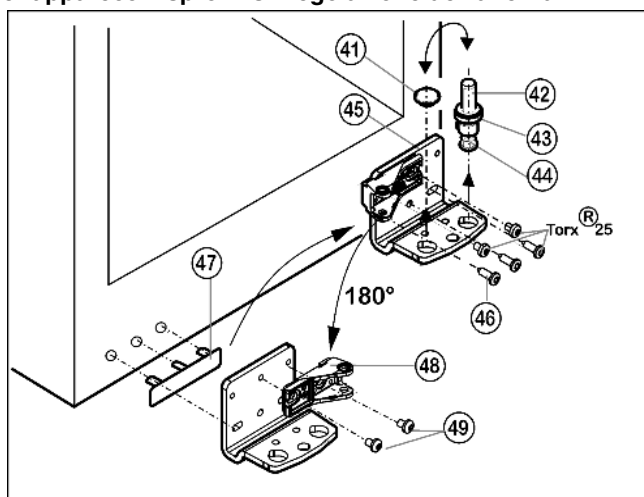

Fig. 12
- Togliere completamente il perno di supporto Fig. 12 (42) con lo spessore Fig. 12 (43) e il piedino di regolazione Fig. 12 (44), estrarre tirando verso l'alto.
- Togliere il tappo Fig. 12 (41).
- Svitare il blocco di supporto Fig. 12 (45).
- Svitare l'elemento di supporto Fig. 12 (48) e fissarlo di nuovo internamente ruotato di 180°.
- Staccare la copertura lato maniglia Fig. 12 (47) facendo attenzione e spostarla sul lato opposto.
- Fissare nuovamente il blocco di supporto Fig. 12 (45) sul nuovo lato cerniere, eventualmente servendosi di un avvitatore a batteria (a 4 Nm).
- Inserire nuovamente il tappo Fig. 12 (41) nell'altro foro.
- Inserire nuovamente il perno di supporto Fig. 12 (42), con lo spessore e il piedino di regolazione. Prestare attenzione in modo l'arresto sia rivolto verso il dietro.